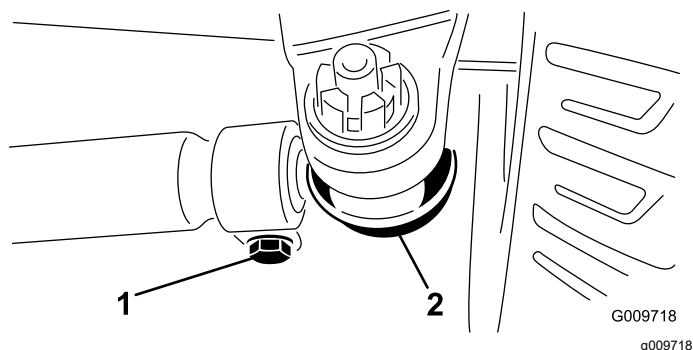

**Figura 115**
tirantului (Figura 115). Îndepărtați articulația sferică a tirantului de pe suportul carcusei axului.
4. Slăbiți clemele de la ambele capete ale tirantului (Figura 115).